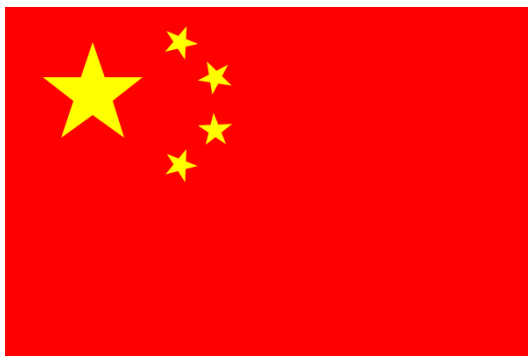

图 5-50 完成后的五星红旗
- 2) 选中上面全部五星,移动到红旗旗面上。调整好位置, H 命令红色填充,完成后的五星红旗如图 5-50 所示。有时会有五星显示不出的情况,可以先不填充五星,移进后再填充。